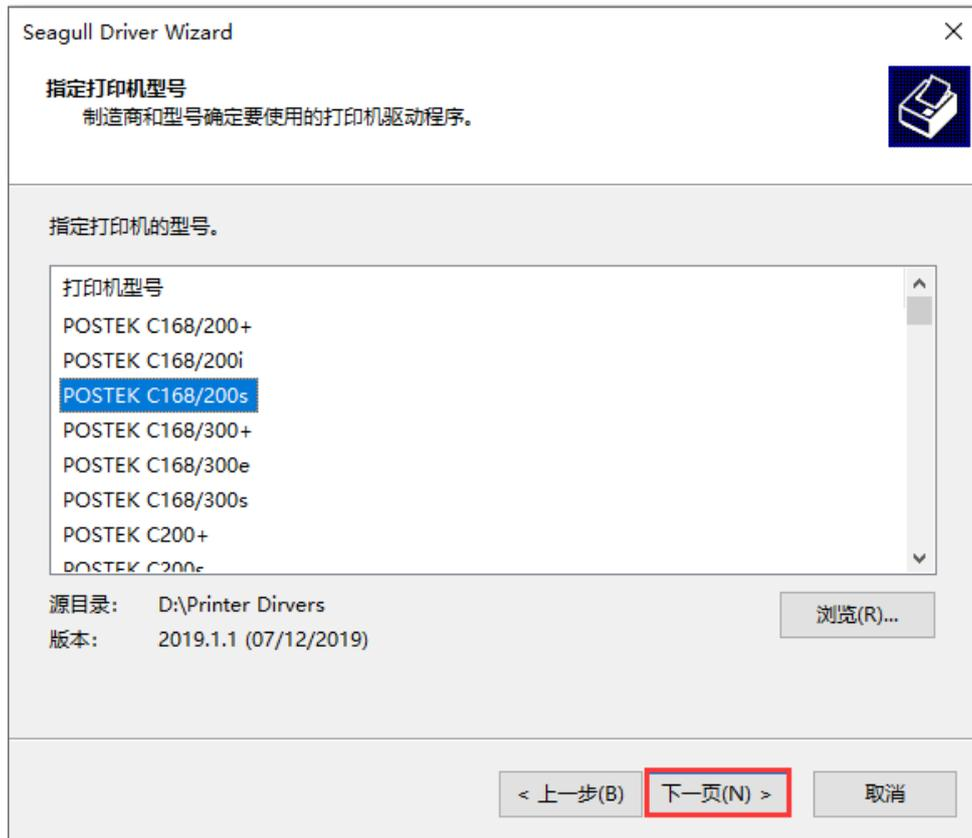

图 2-47 指定打印机型号界面
4. 在“指定打印机型号”界面中，选择相应打印机型号（以 POSTEK C168/200s 为例），点击“下一页”，如图 2-47 所示。